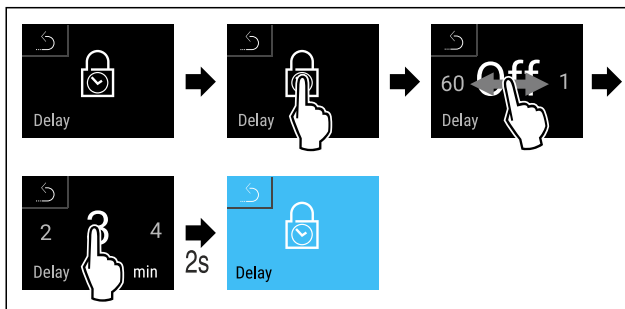

Fig. 85 Se pueden ajustar los siguientes valores: Apagado (sin tiempo de espera) hasta 60 minutos; en pasos de 1 minuto
- ▶ Seguir los pasos de procedimiento (consulte Fig. 85).